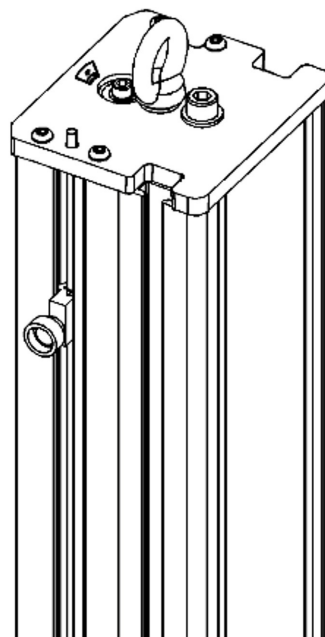

図10. フレーム持ち上げ用のアイボルト
7. クレーンのフックをフレームコラム60ページの図10上部のアイボルトに差し込みます。
一部のシステムでは、発送前にアイボルトが外されています。試験機にアイボルトがない場合は、封印されていない箱の内部の包装材料に包装されています。通常は、システムのドキュメントを含む箱です。アイボルトを、60 ページの 図 10 に示されているように、フレームコラムの上端にねじ込んでください。